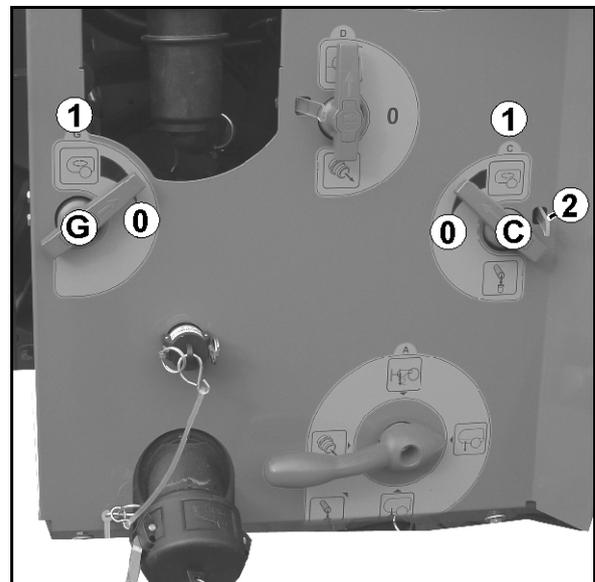

Fig. 46
Stand with crank (Fig. 46/1):
5. Using the manual crank (Fig. 46/5)
1. Loosen linchpin (Fig. 46/2) lösen.
2. Pull out pin (Fig. 46/3) herausziehen.
3. Raise/lower stand using handle (Fig. 46/4).